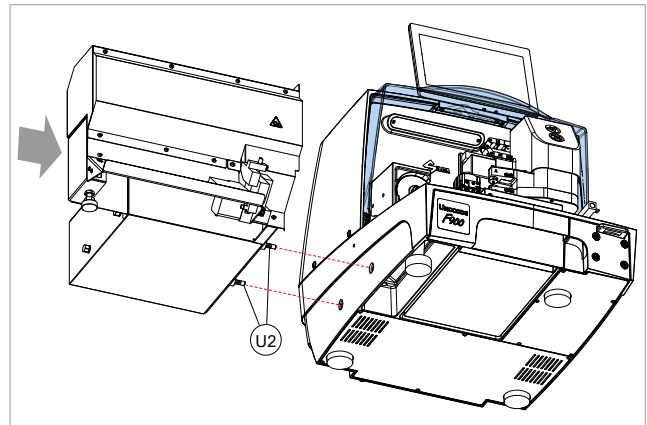

Bild 30
- 1) Die Zuführungseinheit so positionieren, dass die Gewindestifte (U2) auf der Höhe der Löcher an der linken Wand der Fräsmaschine sind (Bild 30).